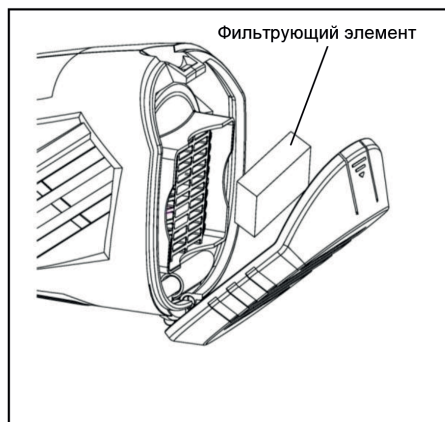

Рис. 13
7. Снимите крышку воздушного фильтра и очистите или замените фильтрующий элемент (рис. 13).